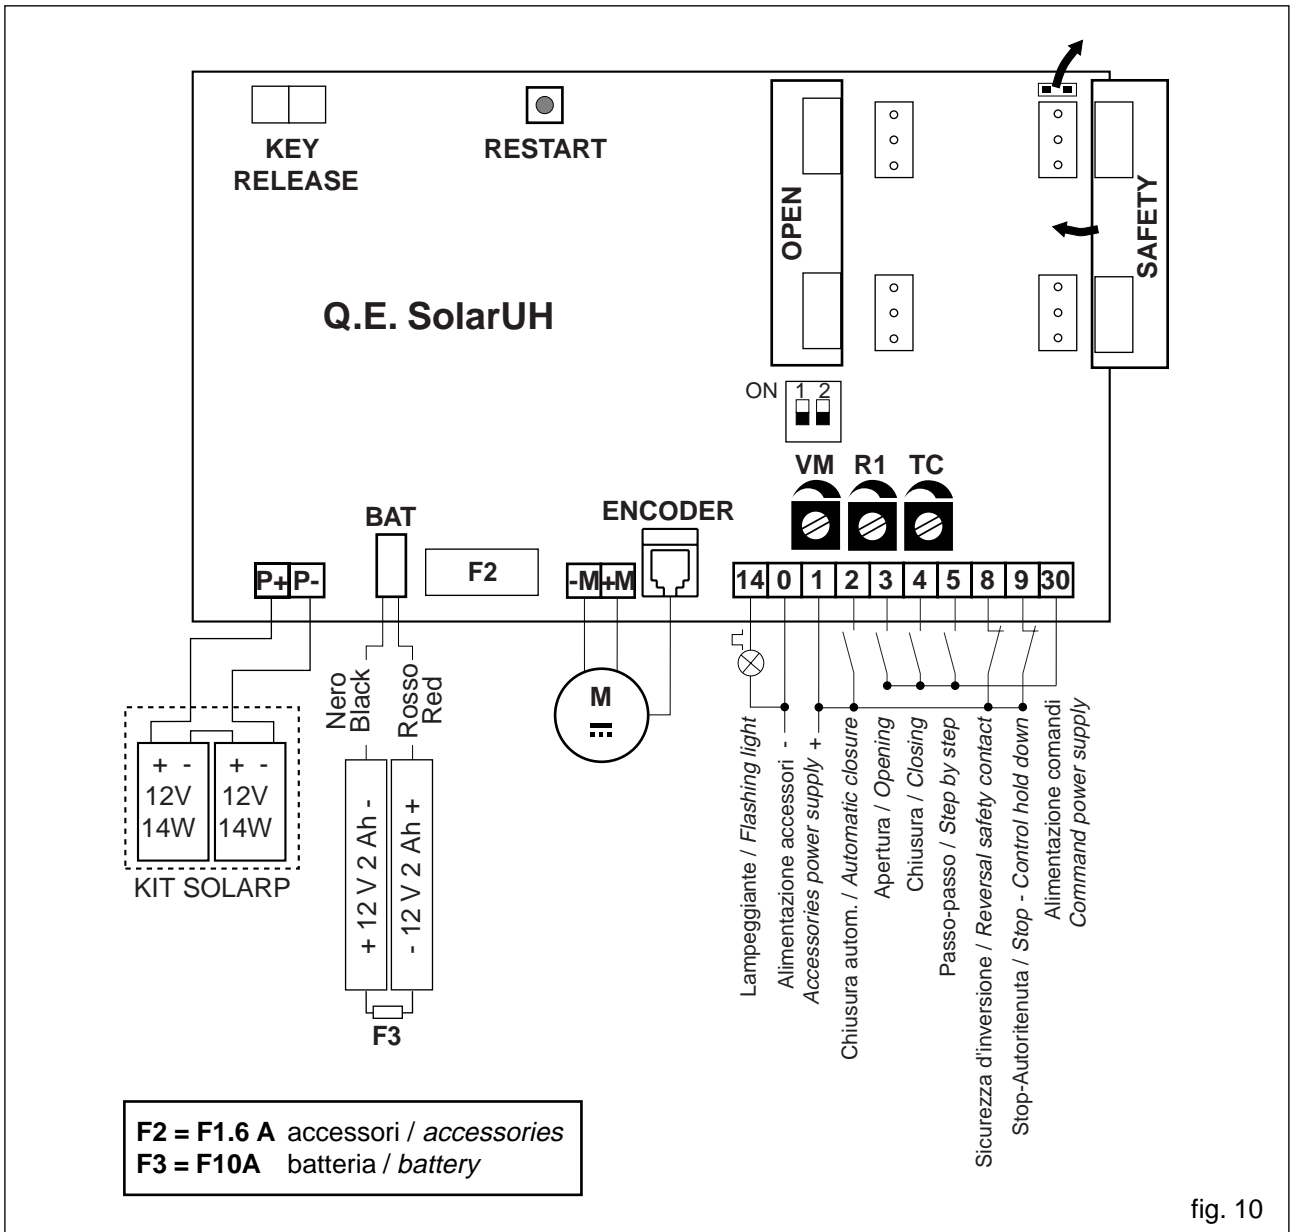

fig. 10
3.7 Posizionare il DIP2 in ON (fig. 10).